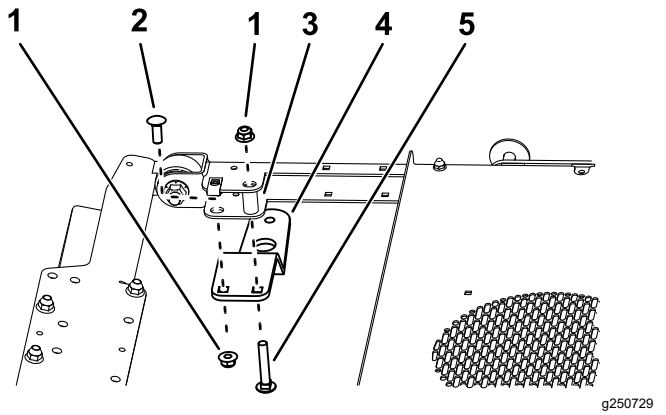
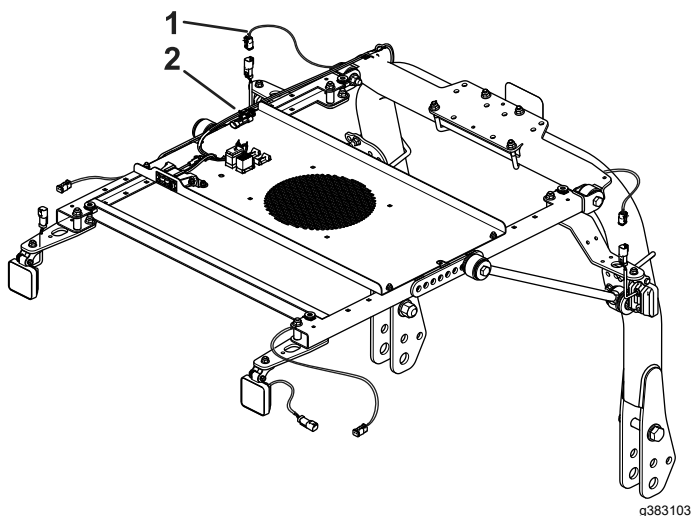

Figura 3
**Figura 5**
1. Sujete cada soporte al bastidor del toldo con un perno de cuello cuadrado largo, un perno de cuello cuadrado corto, un espaciador y 2 tuercas con arandela prensada (Figura 3 y Figura 5).
2. Instale una luz en cada soporte con un perno de cuello cuadrado y una tuerca (Figura 5).